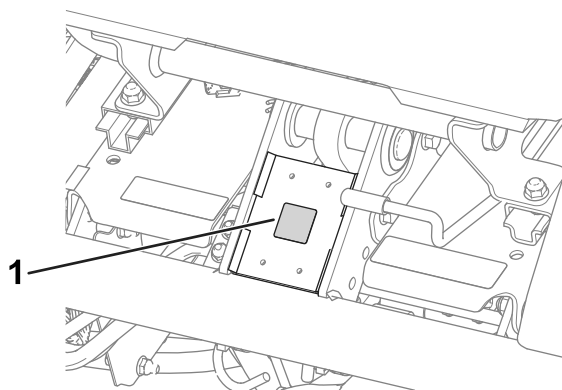

図 10
- CE マークステッカーを、運転席前下のフレーム部分に貼りつける **図 10**。